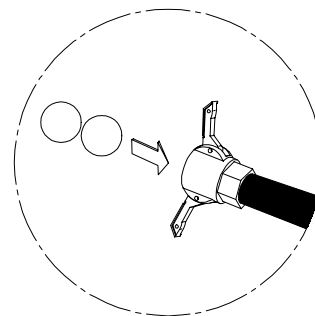

РИС. 10
- Вставьте в рукава-растворопроводы, еще содержащие материал, две промывочные губки и подсоедините рукава к коллектору (Рис. 10).